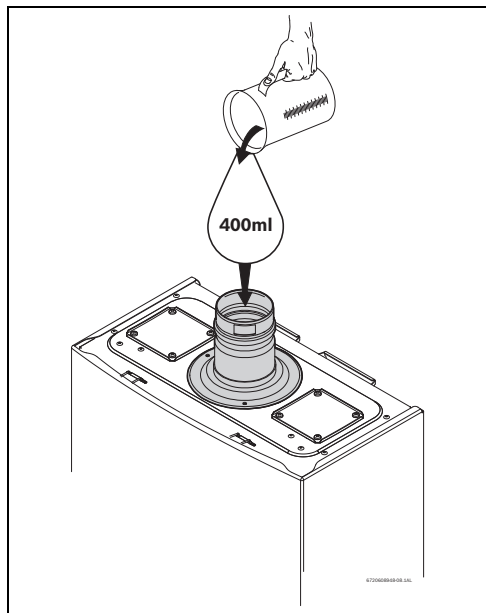

Fig. 27 Llenado del depósito de agua en el primer arranque
- Llenar el depósito de agua condensada con aproximadamente 400 ml. de agua, a través del accesorio de evacuación del aparato, consultar (Fig. 27).